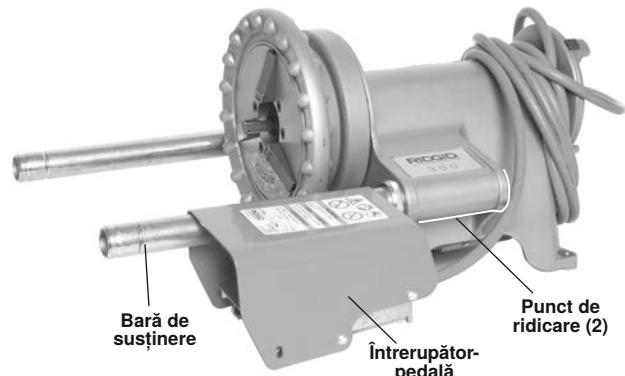

Figura 26 – Mașina separată pregătită pentru transport
1. Înfășurați cablul de alimentare și glisați capacul comutatorului cu picior peste o bară de susținere, după cum se arată în *Figura 26*.